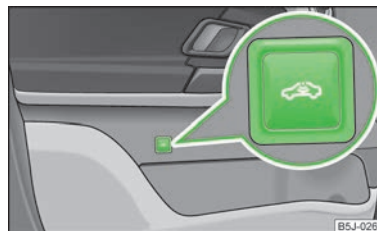

Fig. 15
- Apăsați tasta  » fig. 15 de pe portiera șoferului.